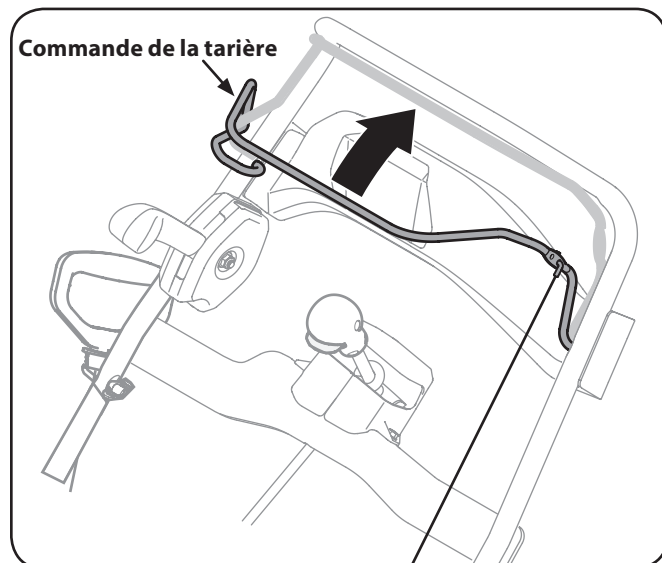

Figure 5-1
1. Serrez la commande de la tarière contre la poignée supérieure pour engager la tarière et commencer à déneiger. Relâchez la commande pour arrêter la tarière. Voir Figure 5-1.